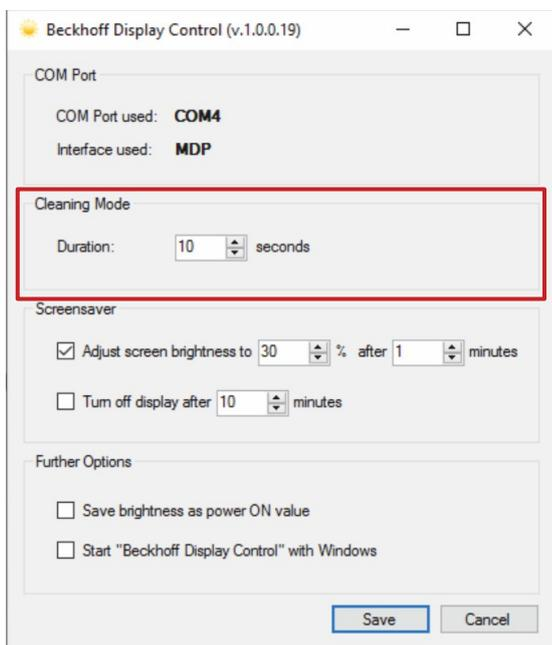

Abb. 38: CP32xx-1600_Konfiguration „Cleaning Mode“
3. Wählen Sie den „Cleaning Mode“ aus (siehe Abb. 38).